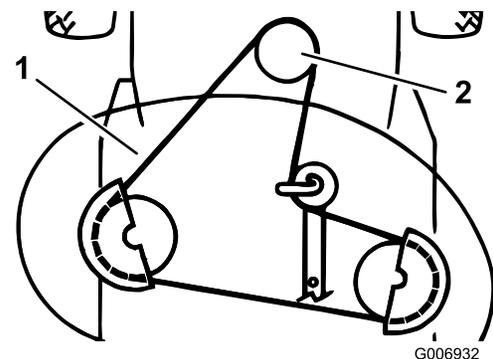

Figura 41
- Retire la correa del cortacésped de la polea del embrague eléctrico (Figura 41).
- Retire la correa del cortacésped de la polea inferior del motor (Figura 41).
6. Instale la correa del cortacésped en la polea inferior del motor (Figura 41).